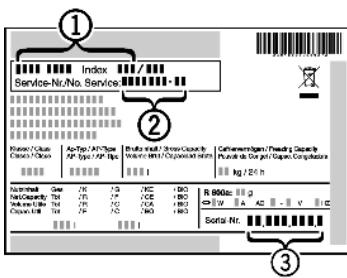

Fig. 14
- Наименование устройства Fig. 14 (1), сервисный № Fig. 14 (2) и серийный № Fig. 14 (3) считайте с заводской таблички. Заводская табличка находится внутри устройства слева.
- Обратитесь в сервисную службу и сообщите вид неисправности, наименование устройства Fig. 14 (1), сервисный № Fig. 14 (2) и серийный № Fig. 14 (3).